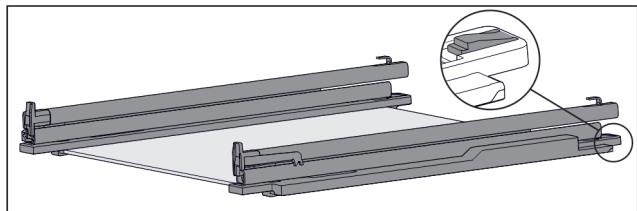

Fig. 151 Glasplatte mit Schienen und Halteteilen
- Halteteil hinten herunterdrücken (siehe Fig. 151) und gleichzeitig Schiene nach hinten schieben.